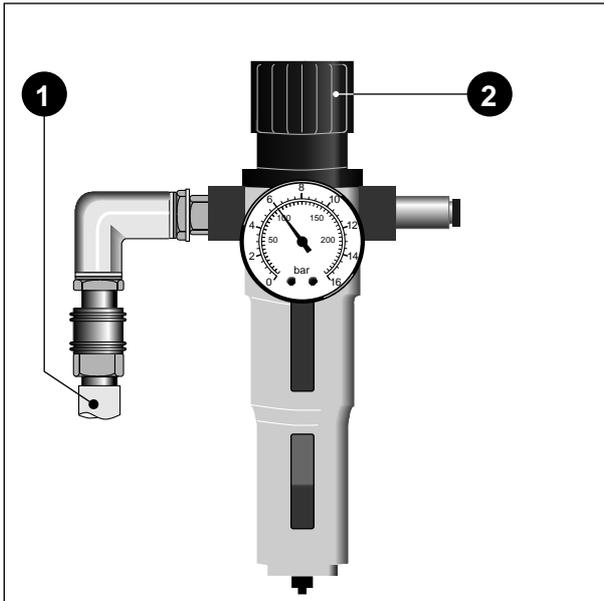

Bild 3-2. Filter-Regler-Einheit
- \* Schließen Sie den Druckluftschlauch über die Kupplung an die Filter-Regler-Einheit an (1, Bild 3-2).
- \* Stellen Sie einen Betriebsdruck von 6 bar ein (2, Bild 3-2).